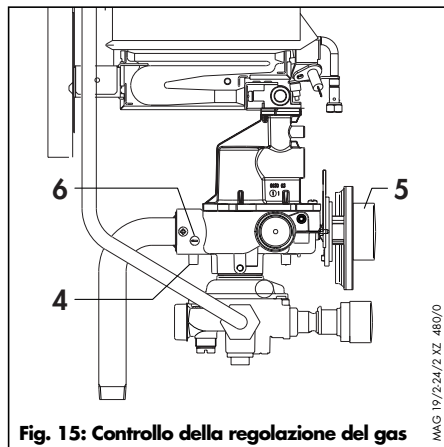

Fig. 15: Controllo della regolazione del gas
- Allentare le viti (12).
- Togliere la lamiera di protezione (13).
- Smontare la guarnizione del carter (20), la molla della valvola (17) ed il piattello della valvola (18).
- Montare di nuovo la lamiera di protezione (13) con le viti (12).
- Rimontare la rampa ugelli (2) e il bruciatore (1).
- Svitare la vite di tenuta dal punto di presa pressione gas agli ugelli (1, fig. 15).